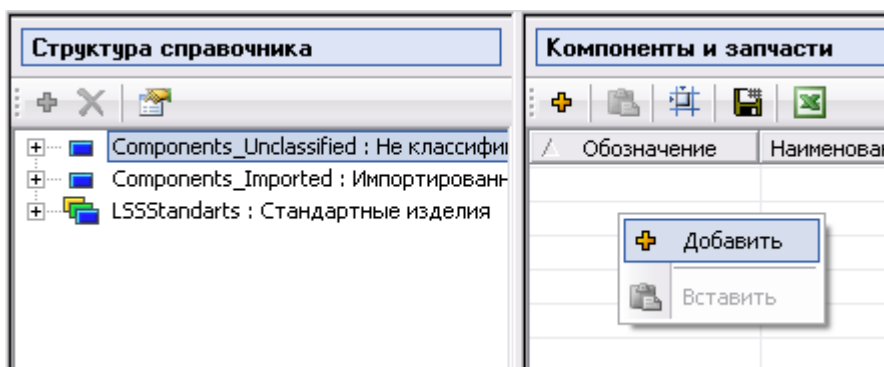

Рис. 4-57
2. Нажмите на кнопку **Добавить**  на панели инструментов таблицы **Компоненты и запчасти** или в контекстном меню выберите **Добавить** (рис. 4-57). В результате откроется окно **Свойства компонента**.